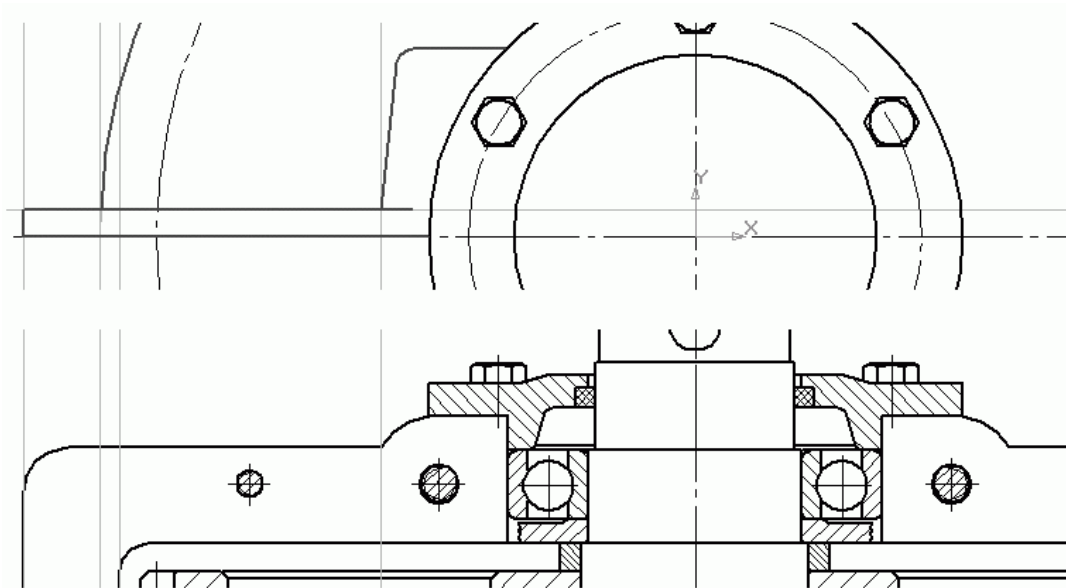

Рис. 2.111. Создание бобышки и ее привязка к виду сверху
3. Сформируйте изображение бобышки (начните с левой бобышки тихоходного вала). Высоту бобышки примите приблизительно равной $\frac{2}{3}$ от радиуса крышки подшипника ведомого вала. Ширину верхней площадки бобышки определяется исходя из того, что на ней должна поместиться головка болта, вставленного в отверстие бобышки. Дорисуйте изображение фланца крышки редуктора, входящего в бобышку. Размеры фланцев определяются в основном конструктивно, поэтому ничего страшного, если у вас на чертеже они получатся немного не так, как показано на рис. 2.111.